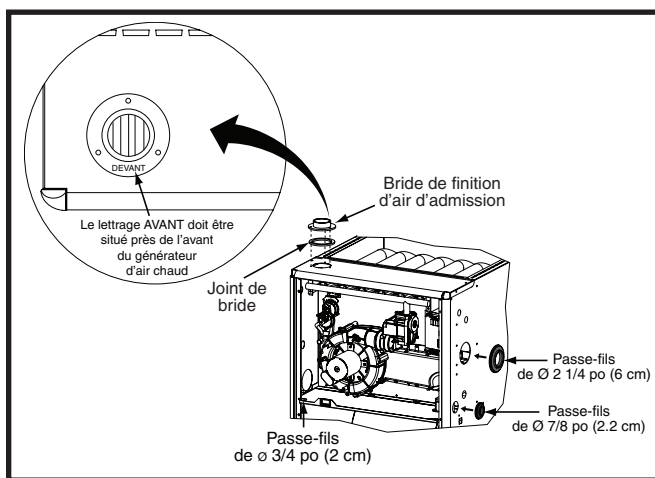
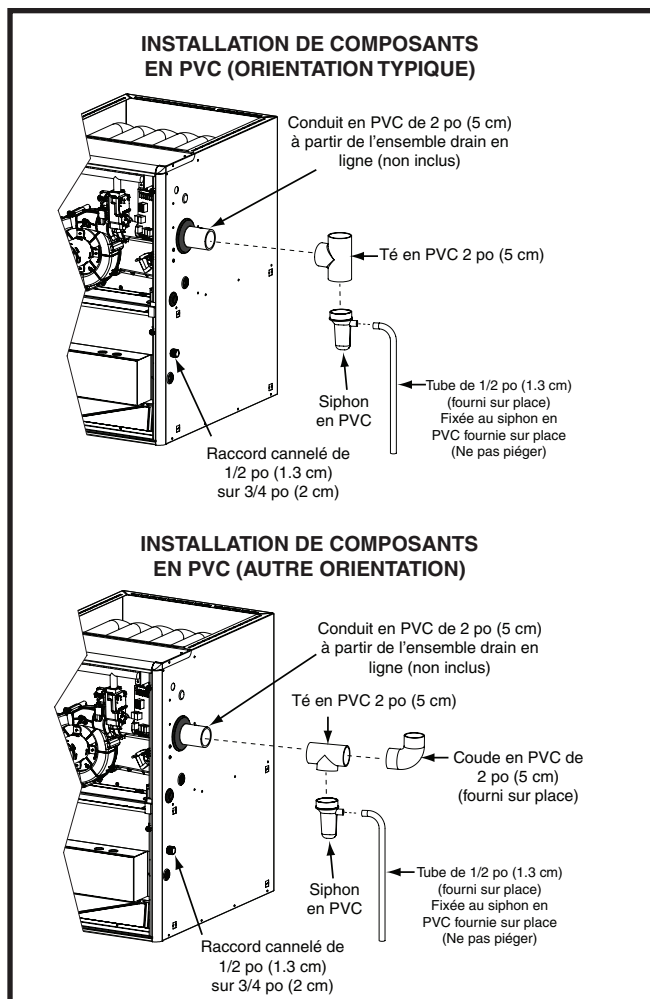

Figure 14. Bride de finition et passe-fils en caoutchouc
Figure 15. Composants en PVC
Les composants illustrés à la Figure 14 et à la Figure 15 sont inclus dans le sac de pièces supplémentaires fourni avec les générateurs d'air chaud *TC. Selon le type d'installation, certains de ces composants sont facultatifs et peuvent ne pas être utilisés. Veuillez vous reporter aux descriptions et aux figures d'accompagnement pour installer ces éléments.
2. Placer la bride de finition sur le dessus du joint d'étanchéité de bride. **REMARQUE :** S'assurer que la bride est bien orientée de façon à ce que le lettrage AVANT soit situé à proximité de l'avant du générateur d'air chaud, comme indiqué à la Figure 14.
Le passe-fils en caoutchouc de 2 1/4 po (5,7 cm) est utilisé pour assurer l'étanchéité de l'ouverture entre l'armoïre du générateur d'air chaud et le conduit d'évent en PVC de 2 po (5 cm). Il faut installer le passe-fils en caoutchouc dans le trou de 3 po (7,6 cm) avant de sortir le conduit d'évent de l'armoïre. Aucun produit d'étanchéité n'est requis. Consulter la Figure 14.
- Le conduit en PVC de 2 po (5 cm) illustré à la Figure 15 n'est pas fourni dans le sac de pièces supplémentaires.
Le té et le siphon en PVC de 2 po (5 cm) sont utilisés lorsque l'inducteur est orienté pour faire sortir l'évent du côté gauche ou du côté droit de l'armoïre du générateur d'air chaud. Consulter la Figure 15.
1. Installer le té en PVC à la verticale sur le conduit d'évent de 2 po (5 cm) qui sort par le côté de l'armoïre. Coller les deux éléments ensemble de façon permanente au moyen de l'apprêt et de la colle appropriés. Se reporter à l'orientation typique illustrée à la Figure 15.
1. Installer le té en PVC à l'horizontale sur le conduit d'évent de 2 po (5 cm) qui sort par le côté de l'armoire. Coller les deux éléments ensemble de façon permanente au moyen de l'apprêt et de la colle appropriés. Se reporter à l'autre orientation illustrée à la Figure 15.